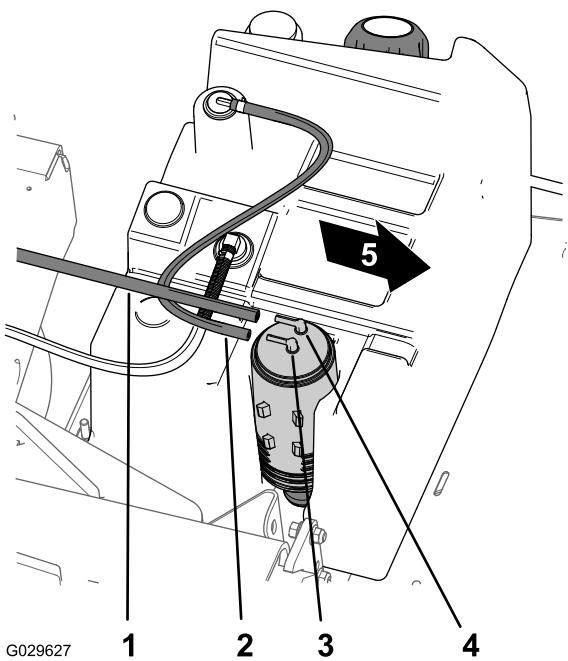

Bild 46
1. Schließen Sie den Saugschlauch vom Anschlussstück am Aktivkohlefilter ab, das mit „Purge“ markiert ist (Bild 46).
2. Schließen Sie den Kraftstofftankschlauch vom Anschlussstück am Aktivkohlefilter ab, das mit „Fuel Tank“ markiert ist (Bild 46).
8. Befestigen Sie den Saugschlauch am Anschlussstück am Aktivkohlefilter, das mit „Purge“ markiert ist, und den Kraftstofftankschlauch am Anschlussstück, das mit „Fuel Tank“ markiert ist (Bild 46).